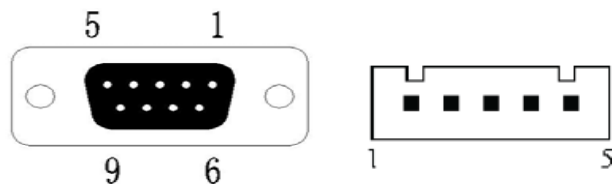

图 5-1
■F 型 485 接口 DB-9 芯孔座, 引脚序号如图 5-1: